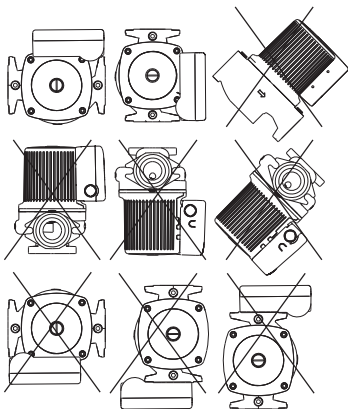

Fig. 1 Posiciones de instalación
Las flechas marcadas en la carcasa de la bomba indican la dirección del flujo de agua. La bomba Grundfos Small UP y UPS puede instalarse en una tubería vertical u horizontal, **pero el eje del motor siempre debe estar en posición horizontal**, como se ilustra en la fig. 1.
No hay un orificio de drenaje directamente debajo de la caja de terminales; por lo tanto, la caja de terminales debe ubicarse en una de las posiciones que se ilustran en la fig. 1 o la fig. 2.
2. Con cuidado, levante/deslice el cabezal de la bomba y retírelo de la carcasa de la bomba. A continuación, gire el cabezal de la bomba y ubique la caja de terminales en la posición deseada. La caja de terminales se puede rotar en pasos de 90°. Examine la fig. 1 y la fig. 2 para ver las posiciones posibles/adequadas. **NO** ubique la caja de terminales debajo de la bomba.